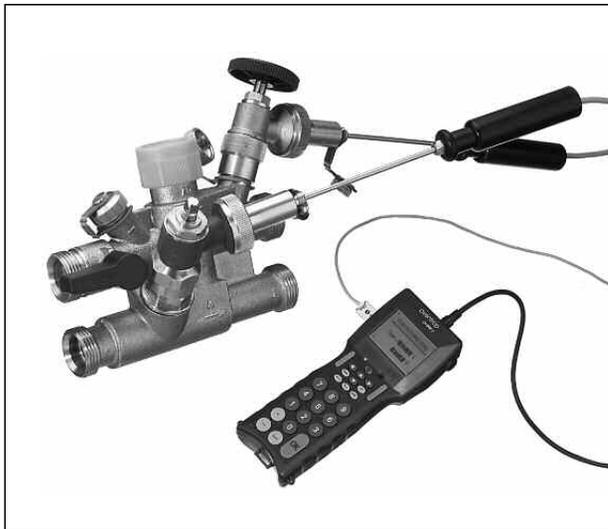

Bild 5/Illustr. 5
7. Messung von Differenzdruck (Bild 6)/Temperaturen (Bild 5) des Sekundärkreises
Temperaturmessung: Temperaturfühler in Messadapter (Vorlauftemperatur) einschließen (siehe Bild 5).
- 7.7 Zur Messung der Rücklauftemperatur Entleerungs- und Füllwerkzeug (Art.-Nr. 106 17 91) mit aufgeschraubtem Messadapter (Art.-Nr. 106 02 98) an das Messventil (+) anschließen. Das Ventil öffnen und die Rücklauftemperatur messen (siehe Bild 5).